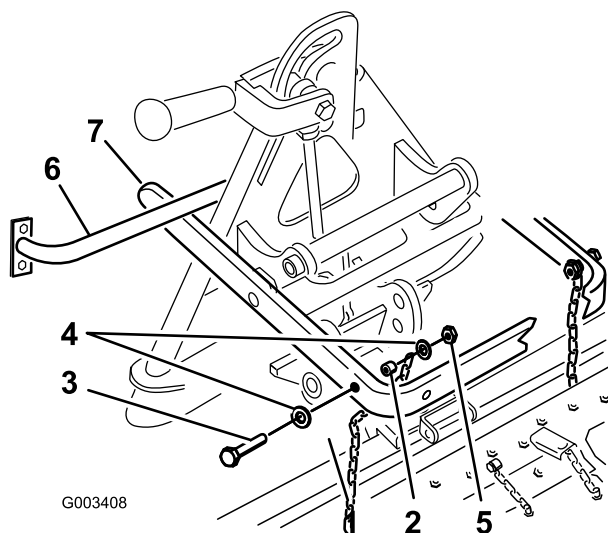

Bild 6
Wichtig: Der lange Arm des Hubarms muss sich unter dem hinteren Rahmen der Zugmaschine befinden (Bild 6).
Sie sollten das Anbaugerät immer mit dem Griff hinten am Anbaugerätadapter anheben und bewegen (Bild 6).
5. Befestigen Sie die obere Kette mit einer Schraube (3/8 x 2-1/2 Zoll), 2 Scheiben (3/8 x 7/8 Zoll), einem Distanzstück und einer Sicherungsmutter (3/8 Zoll) an der Innenseite des Hubarms (Bild 6).